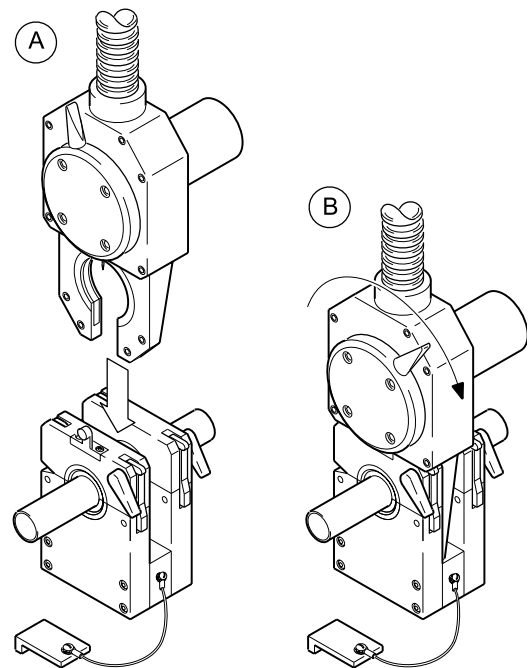

Abbildung 26 Verbinden des Schweißkopfs mit dem Spannblock
2. Schweißkopf in den Spannblock einführen. Siehe Abbildung 26 (A).
3. Den Verriegelungshebel im Uhrzeigersinn drehen, um den Schweißkopf zu befestigen. Siehe Abbildung 26 (B).